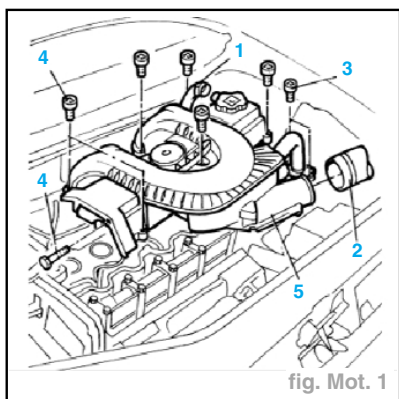

fig. Mot. 1
- Débrancher du cache-poussoirs le tuyau des gaz de carter d'huile (1) (fig. Mot. 1).
- Débrancher du cache-poussoirs le manchon de raccordement au boîtier de filtre (2).
- Dévisser les vis (3) fixant le tuyau d'aménée des gaz d'échappement depuis la soupape EGR.
- Dévisser les vis de fixation (4).
- Déposer le cache-poussoirs (5) avec ses conduits d'admission intégrés.